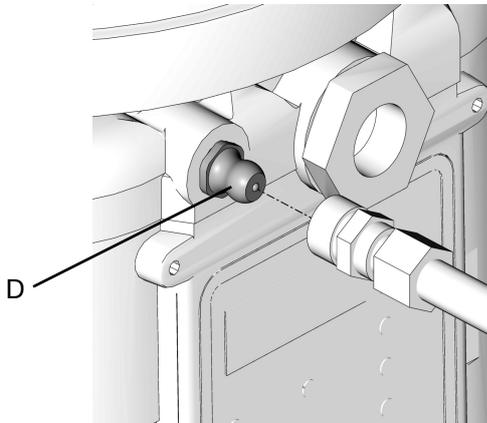

图 19
- 注入液箱前，务必用清洁的干布清洁管件 (D)（图 19）。脏污和/或碎屑可能损坏泵和/或润滑系统。
1. 将注入管连接到 Zerk 入口注入管件（图 19）。